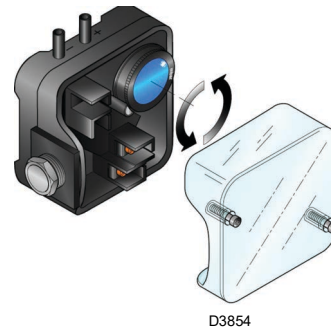

Abb. 36
- Stellen Sie den Luftdruckwächter (Abb. 36 auf Seite 34) auf den Skalenanfangswert ein.
Führen Sie die Einstellung des Luftdruckwächters aus, nachdem alle anderen Einstellungen des Brenners bei auf den Skalenanfang eingestellten Luftdruckwächter vorgenommen wurden (Abb. 36).